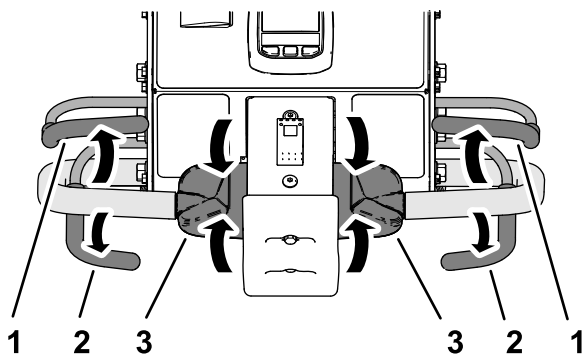

図 86
1. エアレーション中の場合はエアレーションベイル 図 86 から手を放してコアリングヘッドを上昇させる コアリングヘッドを上昇させるには (ページ 43) を参照。